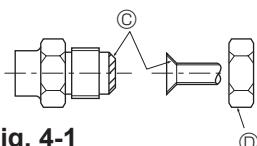

Fig. 4-1
(A) (Fig. 4-1)
(B) (Fig. 4-1)
4.2. Tubos de conexión (Fig. 4-1)
- Aplique una capa delgada de aceite refrigerante a la superficie tubo y de la junta de asiento antes de apretar la tuerca de abocardado. (A)
- Utilice dos llaves de apriete para apretar las conexiones de los tubos. (B)
- Aplique aceite refrigerante para máquinas en toda la superficie abocinada. (C)
- Utilice las tuercas abocardadas para el siguiente tamaño de tubería. (D)